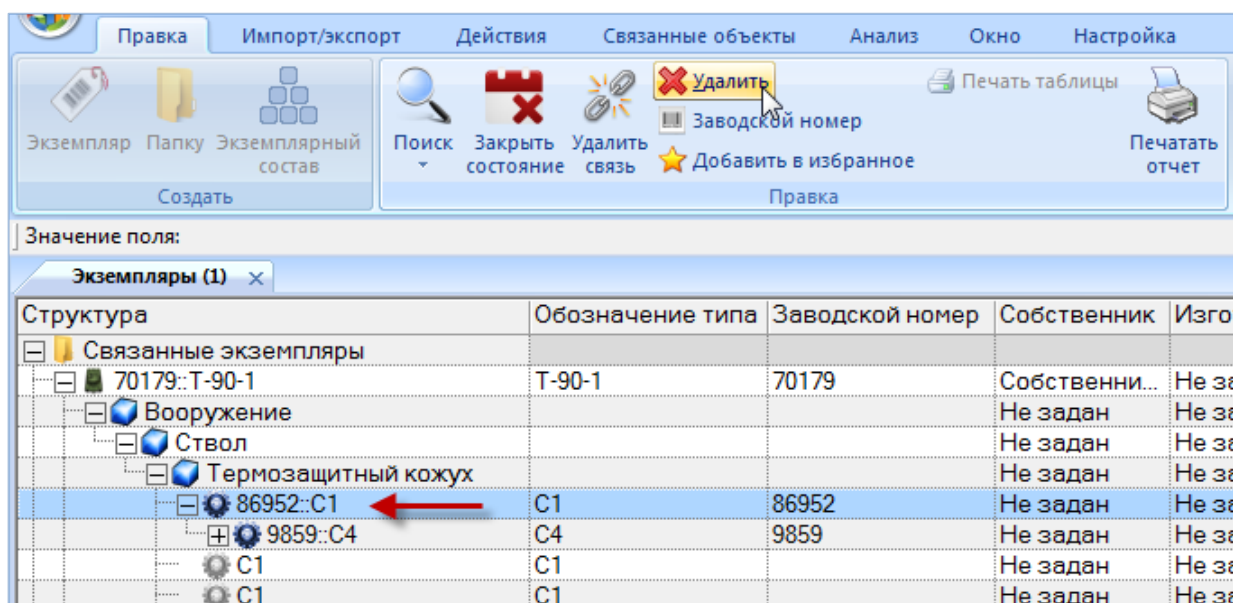

Рис. 20-22 – Выбор ПКИ в рабочем окне «Экземпляры»
1) Выделить экземпляр ПКИ в дереве экземпляра ФИ и нажать кнопку «Удалить» панели «Правка» (рис. 20-22).